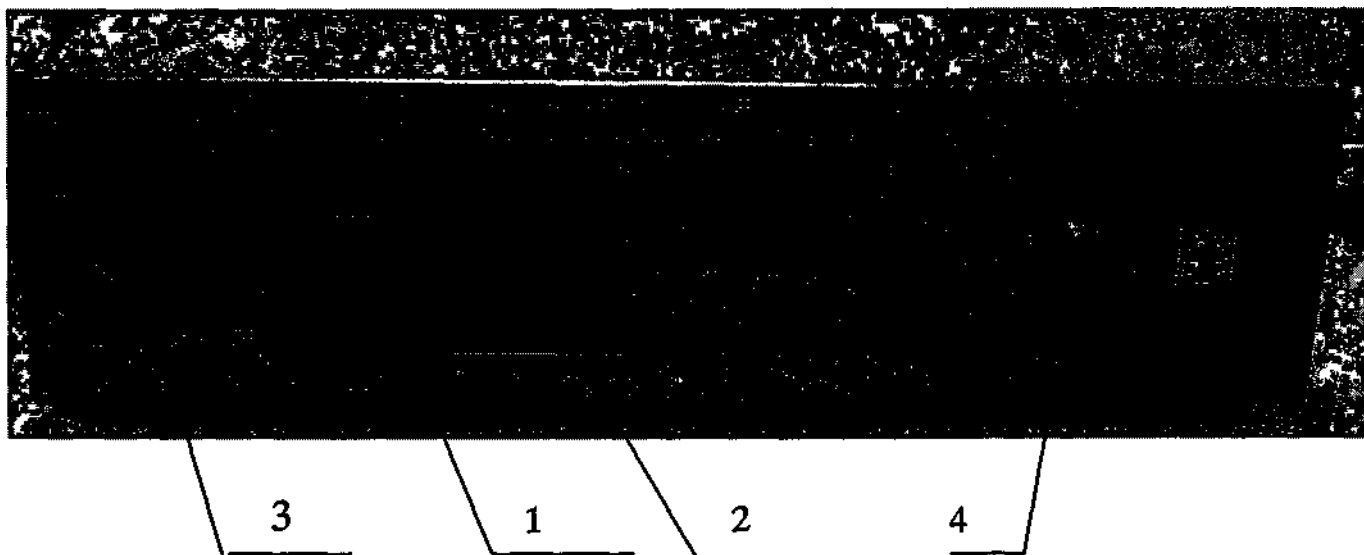

Рис. 5
5.3.1.1. На лицевой панели БОСа (рис.5) расположены:
Установите выключатель СЕТЬ 8, расположенный на задней панели блока управления видеокамеры (рисунок 5), в положение «0» (Выкл.).
Подсоедините сетевой кабель к разъему 10, расположенному на задней панели блока управления видеокамеры (рисунок 5). При помощи сетевого кабеля подключите видеокамеру к сети переменного тока 220В, 50Гц.
После отсоединения защитного колпачка совместите красную точку на разъеме камерной головки с красной точкой на разъеме "КАМЕРА" блока управления (рисунок 5). Мягко введите разъем телевизионной головки в разъем блока управления до щелчка.